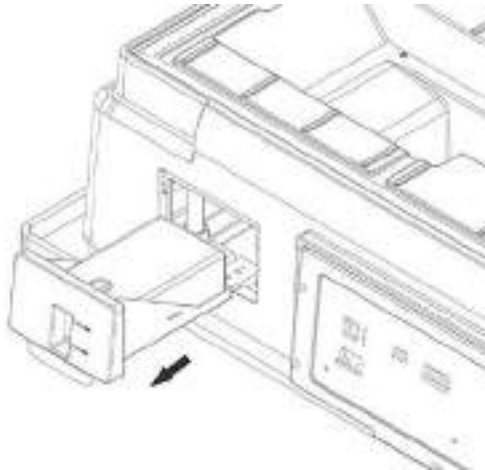

Figura 252 – Reservatório de água
1. Puxe a gaveta até o fim de curso e retire o reservatório conforme figura 252.